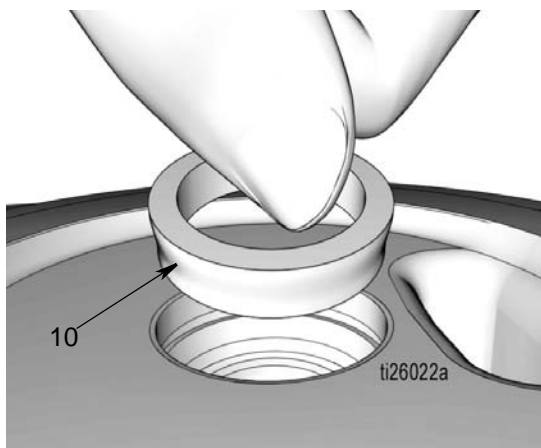

Рис. 38
- i. Установите распорную деталь конического сечения (10), скошенной стороной обращенной вниз, как показано на Рис. 38.